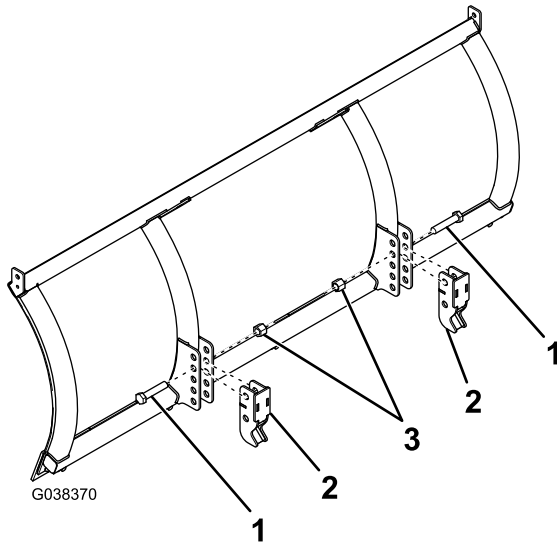

Figure 1
1. Centrez les deux supports de montage de la lame sur la lame chasse-neige et fixez-les sans serrer à l'aide de 2 boulons à tête hexagonale et 2 écrous autobloquants, comme montré à la Figure 1.